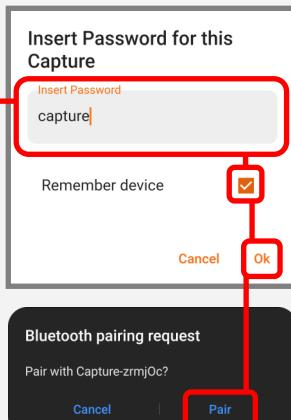

Fig 2
- 2) Inserire la password di default “capture” e premere su ok. (Per sicurezza successivamente si consiglia di cambiarla). Lo smartphone chiederà di associare il dispositivo bluetooth. Accettare. Fig 2